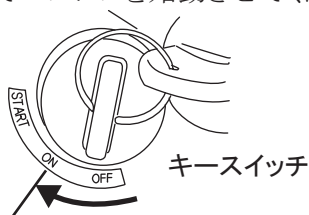

図 17
4. キースイッチを「OFF(停止)」から「ON(運転)」の位置へ回します。(図17)